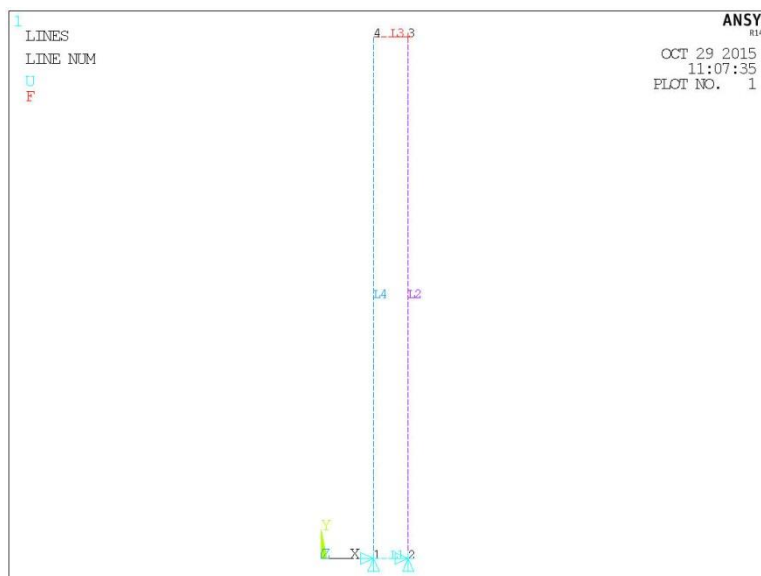

Fig.1
1. Si costruisce il modello tramite tecniche di modellazione solida (Fig.1).